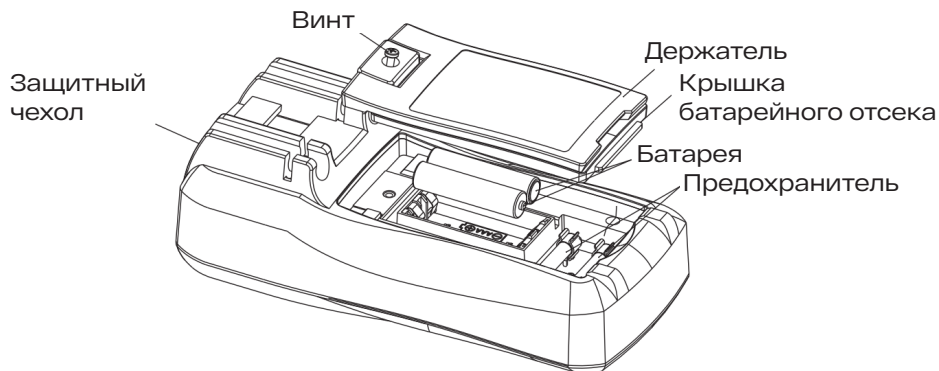

Рис. 12. Техническое обслуживание
Замените батарею или предохранитель (см. рис. 12).
- + Если предохранитель перегорел из-за неправильного измерения напряжения или перегрузки по току, некоторые функции могут не работать должным образом, и предохранитель следует немедленно заменить (рис. 12).
(рис. 12).